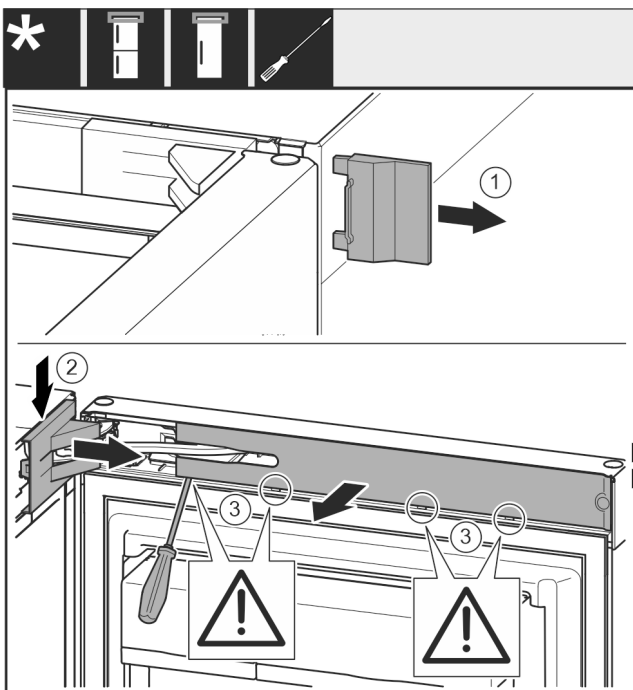

Fig. 8
- ▶ 取下外盖。 Fig. 8 (1)
- ▶ 拆卸并松开托架盖。取下托架盖。 Fig. 8 (2)
- ▶ 使用带槽螺丝刀松开隔板并把它转到一边。 Fig. 8 (3)